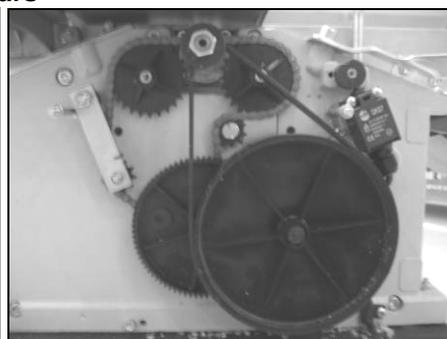

Fig 82
- Nettoyez régulièrement de la poussière et des copeaux tout le mécanisme des entraîneurs. Utilisez une brosse ou de l'air comprimé (Fig 82).